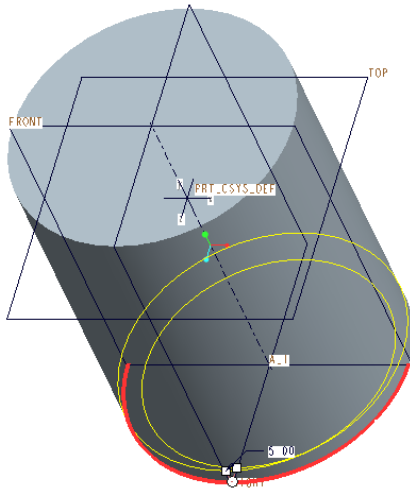

図 3-59 底面のラウンドエッジの選択
- ・図 3-59 ベースフィーチャーの底面のエッジを選択し、赤くハイライトしたら「ラウンドエッジ」 を選択し、適当な丸みを付ける。